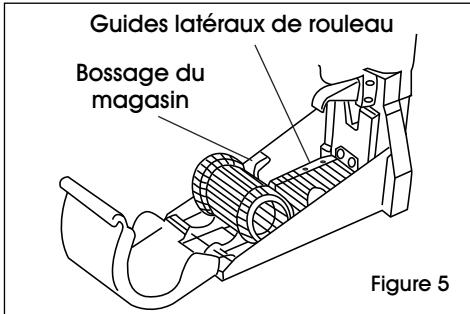

Figure 5
- Desserrez les vis des guides de rouleau pour les ajuster. (Voir Figure 5)